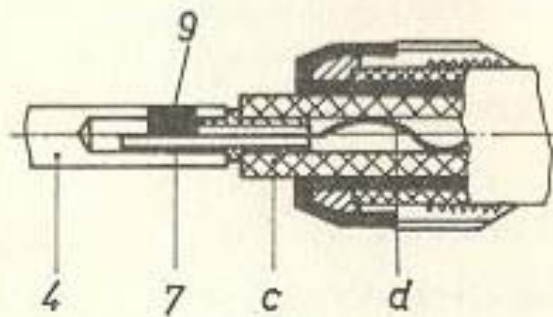

Bild 3
(7) schieben und löten (Bild 3).